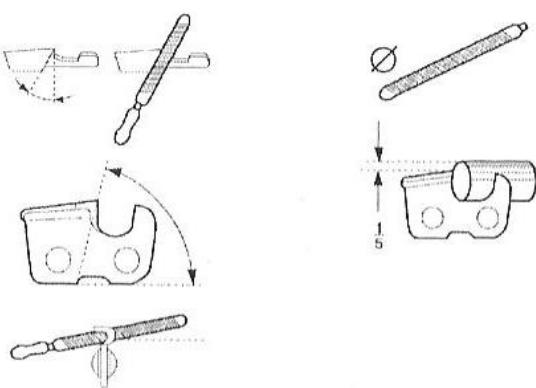

Рис. 31
При затачивании пильной цепи (8) необходимо учесть следующие аспекты (Рис. 31):